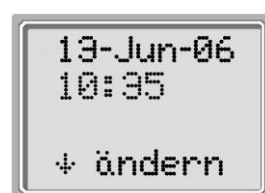
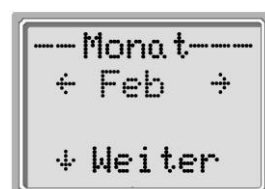
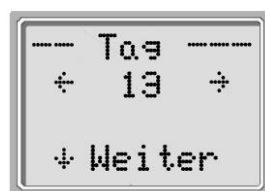
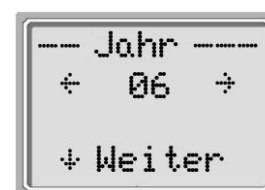

Bild 35
Bild 36
Bild 37
Bild 38
- Zum Einstellen der Uhr drücken Sie die OBEN ▲ Taste ⑪ im Hauptmenü. Die Anzeige ⑧ zeigt jetzt die aktuell eingestellten Werte für Datum und Uhrzeit (siehe Bild 35).
- Falls Zeit und Datum korrekt sind, drücken Sie die UNTEN ▼ Taste ⑩ zum Verlassen der Uhreinstellung.
- Falls Zeit oder Datum nicht stimmen, drücken Sie die UNTEN ▼ Taste ⑩, um den Monat einzustellen (Bild 36).
- Drücken Sie die LINKS ◀ Taste ⑨ oder RECHTS ▶ Taste ⑫, um den Monat einzustellen.
- Nach Einstellen des Monats drücken Sie die UNTEN ▼ Taste ⑩, um den Tag einzugeben (Bild 37).
- Drücken Sie die LINKS ◀ Taste ⑨ oder RECHTS ▶ Taste ⑫, um den Tag einzustellen.
- Nach Einstellen des Tags drücken Sie die UNTEN ▼ Taste ⑩, um das Jahr einzugeben (Bild 38).
- Drücken Sie die LINKS ◀ Taste ⑨, oder RECHTS ▶ Taste ⑫, um das Jahr einzustellen.
- Nach Einstellen des Jahrs drücken Sie die LINKS ◀ Taste ⑨, um die Stunden der Uhrzeit (Bild 38) einzustellen.